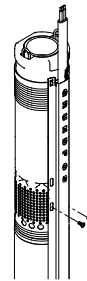

Рис. 10
3. Приверніть захисну планку кабелю до вхідного фільтра двома гвинтами, що входять в комплект поставки, див. рис. 10.